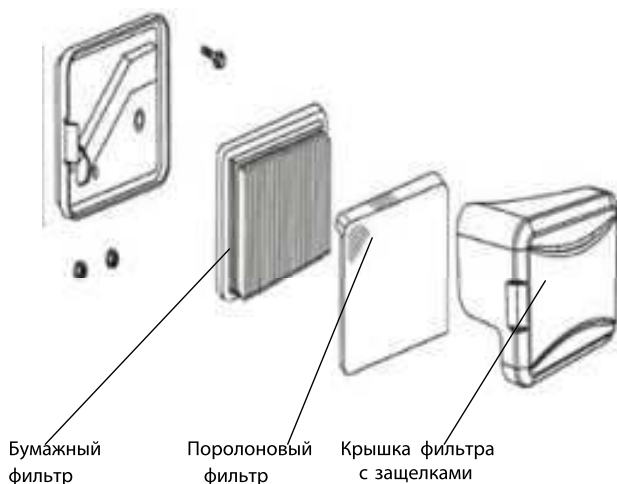

РИС.16
*Засоренный воздушный фильтр препятствует потоку воздуха в карбюратор, снижая мощность двигателя и производительность культиватора. В зависимости от модели двигателя возможны конструктивные отличия в системе очистки воздуха (Рис. 16,17).*
Нажмите на защелки и снимите крышку воздушного фильтра (Рис. 16)